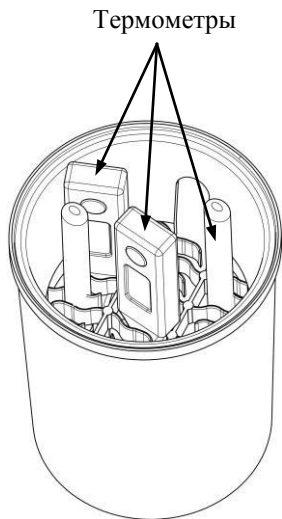

Рис. 3
4.2.2. В ячейки вкладыша установить термометры (рис. 3).